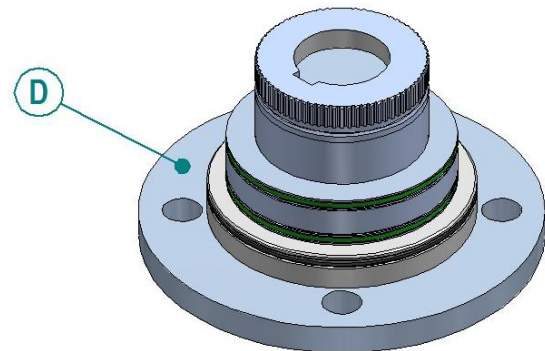

Bild 11: Zusammengesetzte Ventilstange
2. Es wird empfohlen, die Flansche beim Zusammenbau mit Silikon-Dichtmasse abzudichten. Die mit „D“ gekennzeichnete Fläche in Bild 11 zeigt, wo die Dichtmasse aufgetragen werden kann. Lassen Sie das Getriebe auf die montierte Ausgangsbuchseineinheit herunter. Passen Sie auf, dass die Kerbverzahnung dabei nicht beschädigt wird.